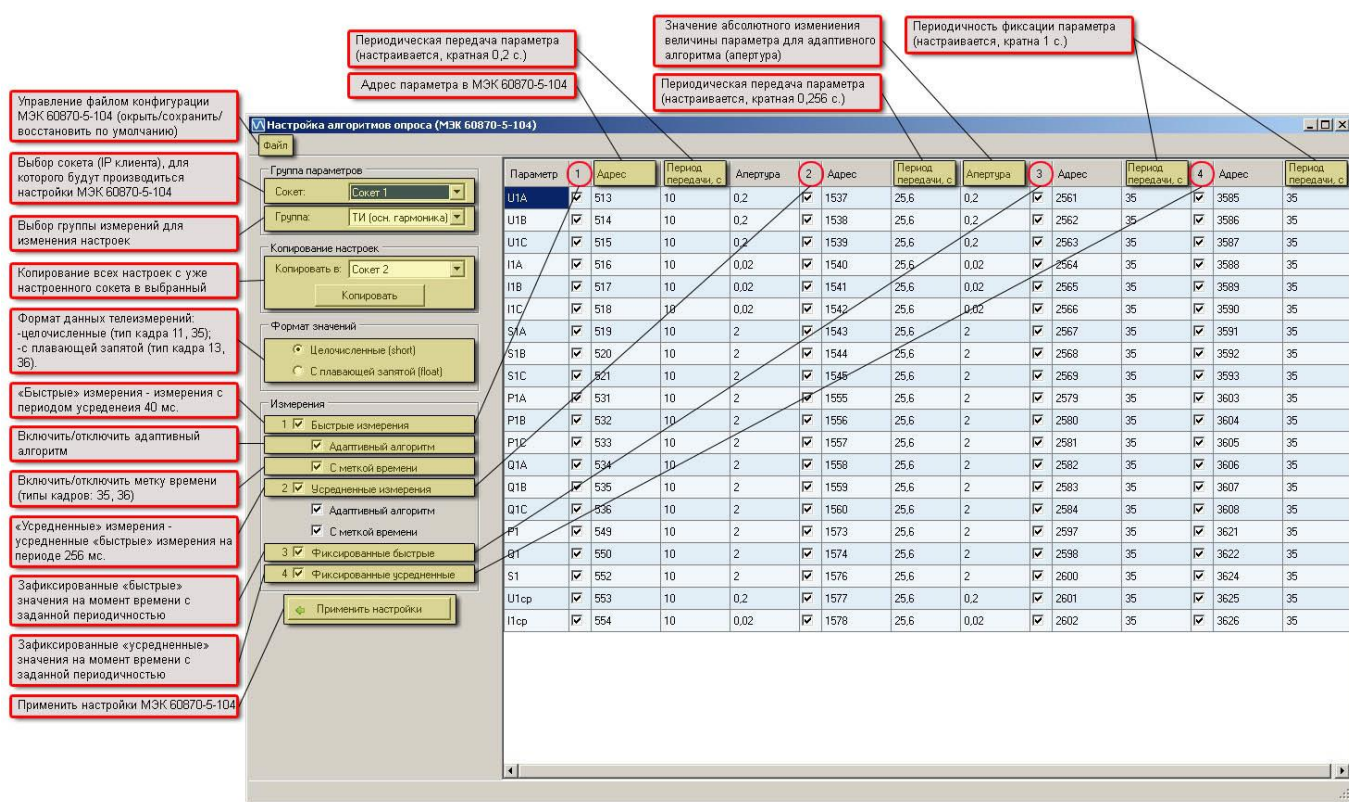

Рисунок 5. Экранная форма окна настройки алгоритмов передачи данных в соответствии ГОСТ Р 60870-5-104 ПО «ЭНИП Конфигуратор».
- в области вкладок (справа от иерархического дерева) переключиться на вкладку «Конфигурирование» (рисунок 5) и включить флажок "Настройка дополнительных коммуникаций (Порт 3 и Ethernet);